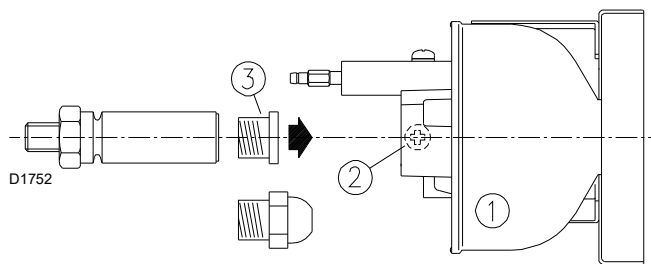

Fig. 11
- Slăbiți șurubul 2)(Fig. 11) și scoateți ansamblul stabilizatorului de flacără 1), scoateți capacul din plastic 3) și montați duza: nu utilizați produse de etanșare: garnituri, bandă sau materiale de etanșare.